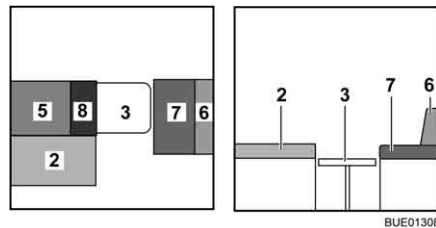

Bild 142 Während des Umbaus
- Das Zusatzpolster (Bild 142,8) auf den Tisch legen.